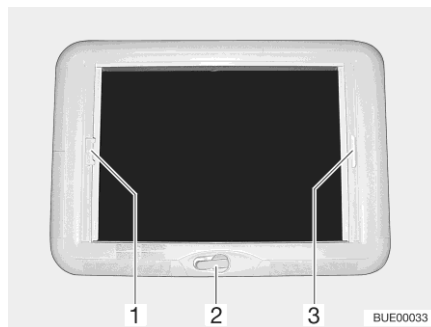

Bild 126 Kurbelhub-Dachhaube
- Die Handkurbel (Bild 126,2) drehen, bis Widerstand spürbar ist.
**Schließen:** ■ Die Faltverdunklung am Griff (Bild 126,3) ziehen und an der gewünschten Position loslassen. Die Faltverdunklung bleibt in dieser Position stehen.
**Schließen:** ■ Den Insektenschutz am Griff (Bild 126,1) zum gegenüberliegenden Griff der Faltverdunklung (Bild 126,3) ziehen und einrasten lassen.
**Öffnen:** ■ Den Griff des Insektenschutzes (Bild 126,1) hinten nach oben drücken und den Insektenschutz an der Faltverdunklung (Bild 126,3) aushängen.